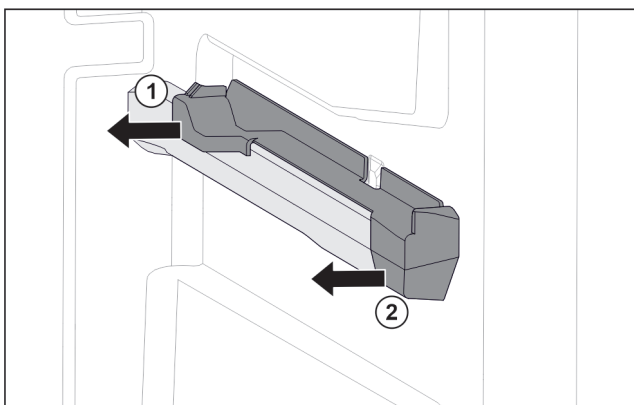

Fig. 77 Násuvný diel na pravom rebre nádoby
- Stiahnite násuvný diel vzadu do strany. Fig. 77 (1)
- Stiahnite násuvný diel vpredu do strany. Fig. 77 (2)